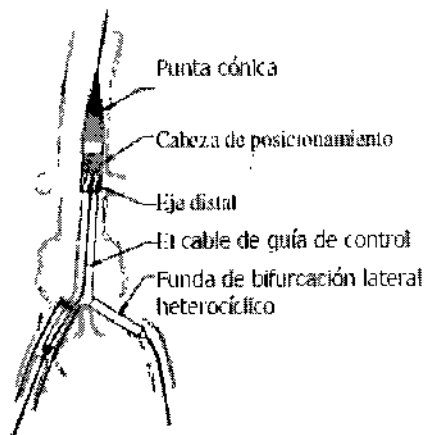

Figura 10. Posicionar la endoprótesis.
9) Posicionar la endoprótesis. Mantener el eje distal interior y tirar el sistema de entrega al in vitro, hasta que el stent bifurcación esta posicionado a la bifurcación aortica del paciente. (Figura 10)